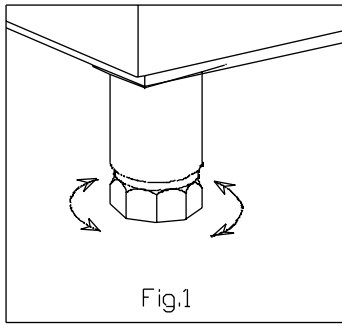

Fig.1
- Nivelar y regular la altura del aparato (Fig. 1).
- Procéder à la mise à niveau et au réglage en hauteur de l'appareil (Fig. 1).